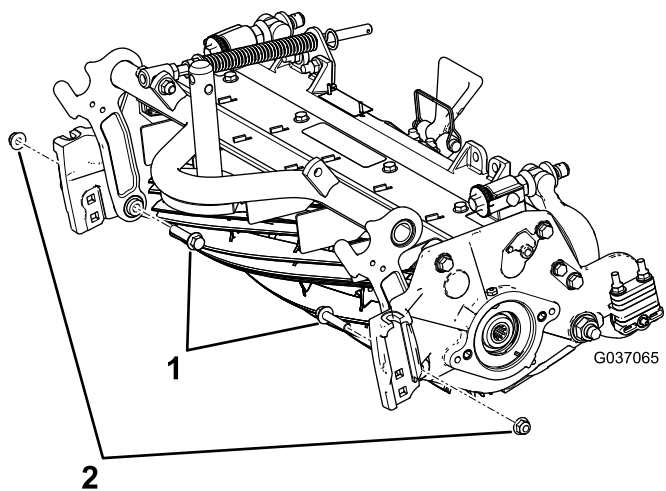

图5
- B. 从滚刀组内侧安装 2 个现有的凸缘头螺栓，然后用 $\frac{3}{8}$ 英寸凸缘锁紧螺母固定（图5）。